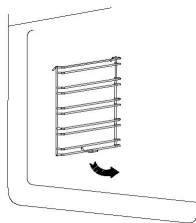

Рис. 2
3. Верните решетку внутрь примерно на 45° (рис. 2).